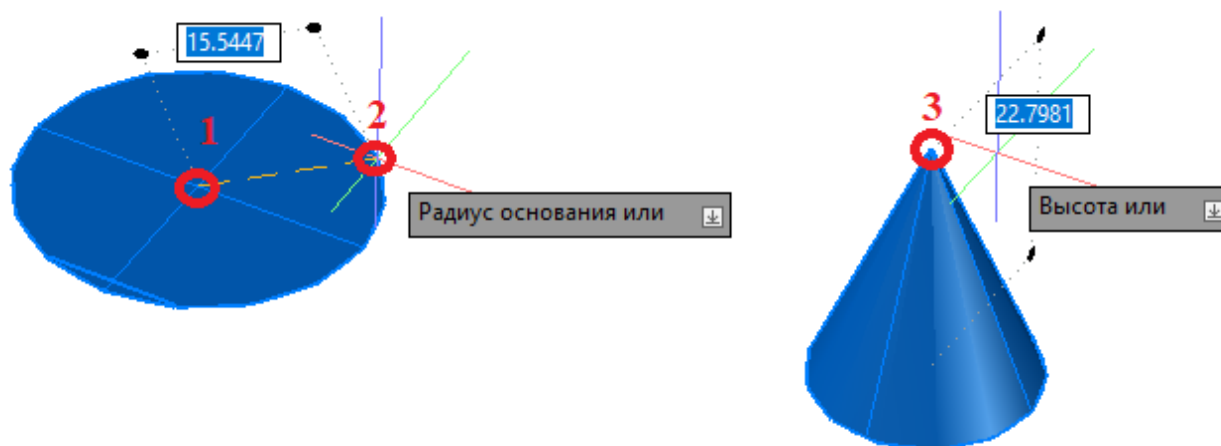

Рис. 4.6. Построение конуса
- команда «Конус» позволяет создавать твердотельные конусы (рис. 4.6). Основанием конуса может быть окружность или эллипс.